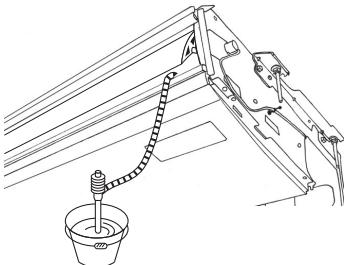

Fig. 5-3
- Fest skjøtemuffen ⑤ som følger med enheten, til avløpsåpningen på enheten med vinylklorid-lim.
- Fest muffedekselet ⑥ som følger med enheten, til skjøtemuffen ⑤.
- Fest det lokale avløpsrøret (VP-20) til skjøtemuffen ⑤ med vinylklorid-lim.
- Dekk til med dekselet til avløpsrøret ⑦ som følger med enheten. (Tape sømmene.)
- ① Drenéringspanne
② Avløpsrør
③ Muffedeksel ⑥
④ Skjøtemuffe ⑤
⑤ Deksel til avløpsrør ⑦
⑥ Innføringslengde 37 mm
5. Kontroller at avløpet fungerer. (Fig. 5-3)